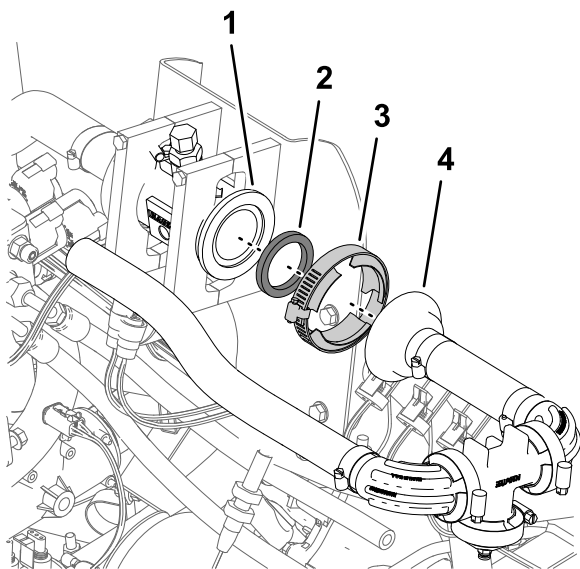

Figura 91
- Serrate il morsetto flangiato manualmente (Figura 91).